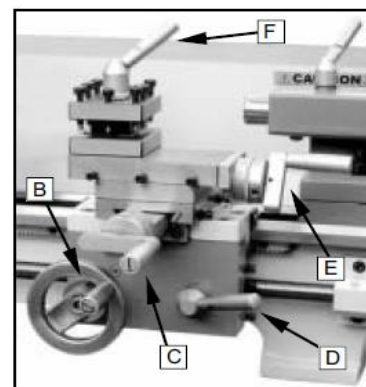

Рис. 11
5. Переключатель скорости подачи (B, Рис. 11)
Поверните две шестигранные гайки (C, Рис. 11) по часовой стрелке, чтобы заблокировать суппорт, или против часовой стрелки, чтобы разблокировать его.
7. Ручка активации полу гайки (D, Рис. 11)
8. Рычаг быстрого перемещения крестового суппорта (E, Рис. 11)
9. Зажимная рукоятка резцедержателя (F, Рис. 11)